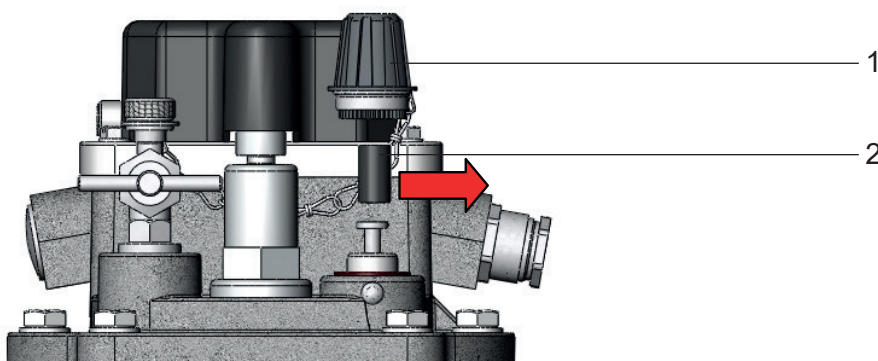

Рис. 3 - Удаление транспортного фиксатора
- отвинтить большую глухую гайку (рис. 3/ № 1)
- вынуть транспортный фиксатор (рис. 3/ № 2) из большой глухой гайки